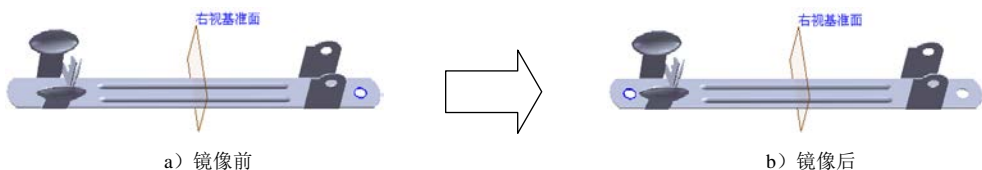

图 15.4.53 镜像 5
Step19. 创建图 15.4.53 所示的镜像 5。
(1) 选择命令。选择下拉菜单 **插入(I)** → **阵列/镜向(M)** → **镜向(M)...** 命令。
(2) 定义镜像基准面。选取右视基准面作为镜像基准面。
(3) 定义镜像对象。选择切除—拉伸 5 作为镜像 5 的对象。
(4) 单击 按钮，完成镜像 5 的创建。